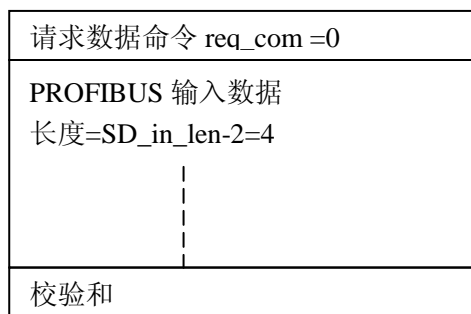
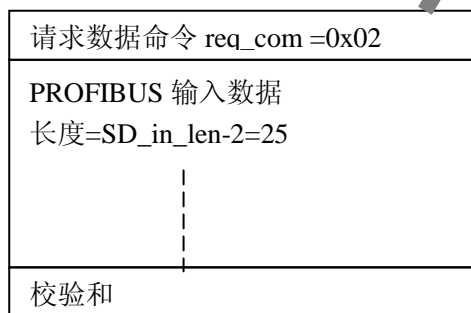

图 6-6-1 使用用户参数功能条件下，用户板首先发请求数据命令 req_com 0
图 6-6-6 用户板发 req_com=0x20，清除 AB_status (D0)=1，准备接收格式 A
见图 6-6-1~图 6-6-6，为读者方便，又将“表 4-3：请求数据命令 req_com”、“表 4-4：报文类型及接口状态 AB_status”重新列出，便于比较查看。
- ① 进入数据交换状态后，实验板首先发送 PROFIBUS 输入数据（例 3 为 1AI+16DI）、并请求读取 PROFIBUS 输出数据，即 req_com =0，SEA 接口将回答“输出数据报文 A”。见图 6-6-1。
见图 6-6-6。